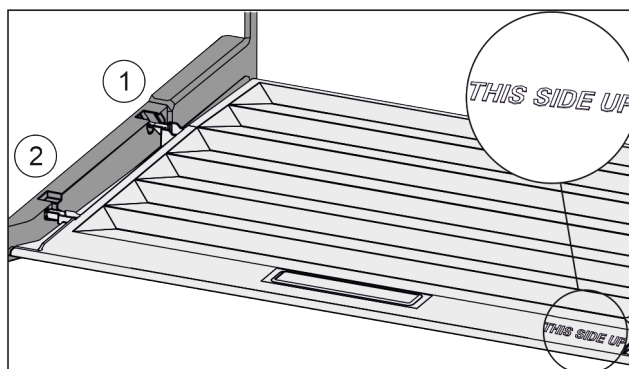

Fig. 60
- ▶ Ramiona pokrywy wprowadzić ponad otworem tylnego uchwyty Fig. 60 (1) i zazębic z przodu w uchwycie Fig. 60 (2).